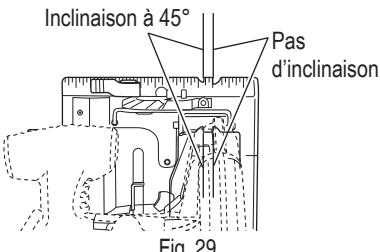
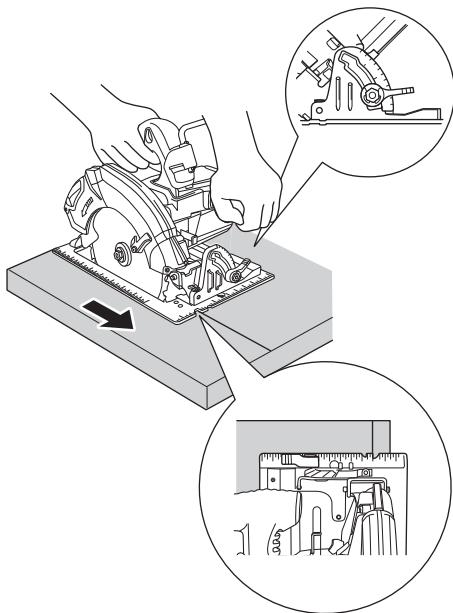

Fig. 29
Fig. 30
- (1) Placer le socle sur le matériau, puis aligner le trait prémarqué et la lame de scie sur l'entaille à l'avant du socle (Fig. 29).
- (2) Lorsque le socle n'est pas incliné, utiliser le côté droit de l'encoche (Fig. 29, Fig. 30).
Si le socle est incliné (45 degrés), utiliser le côté gauche de l'encoche (Fig. 29, Fig. 31).
4. Incliner la scie vers l'avant et aligner l'encoche (Fig. 29) sur la ligne de guidage pré-marquée.